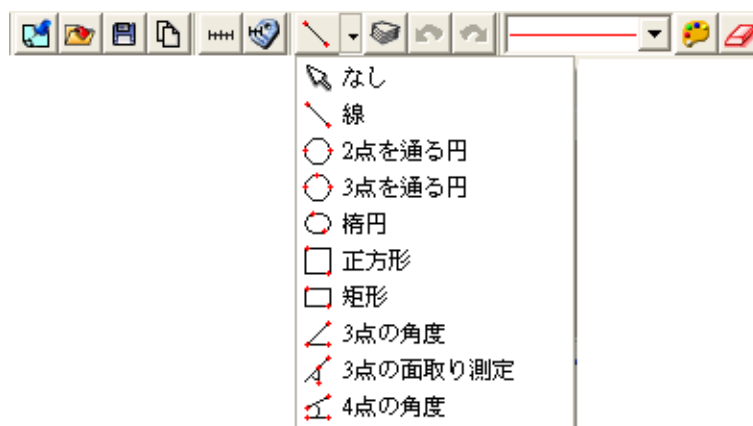

図 5-63 計測形状の選択
(図 5-63)。
(1) 線：長さのみを計測する場合には、を選択して下さい。(図 5-63)